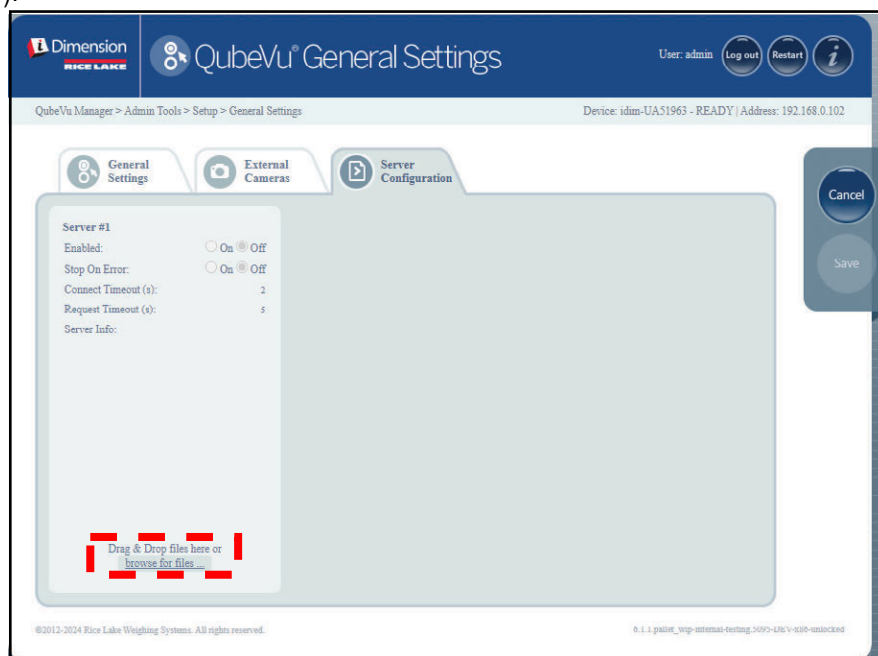

Figura 5-11. Scheda Server Configuration (Configurazione server)
- Selezionare **browse for files...** (Cerca file...) per scegliere il file di configurazione del server (vedere Figura 5-11 a pagina 30).